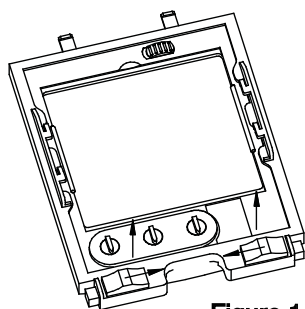
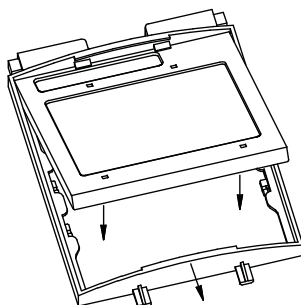

Figure 1
Figure 2
**Changement de la Lentille Transparente de Protection Frontale :** changer la lentille de protection frontale si elle est endommagée. Retirer l'ensemble du support de l'ADF selon la Figure 1. Retirer la lentille de protection frontale de l'ensemble du casque. Ôter soigneusement le joint de la lentille de protection. Installer une nouvelle lentille de protection dans le joint et monter le tout sur la coquille du casque. Prendre soin de monter la lentille de protection et le joint dans la coquille du casque de la même façon qu'ils ont été retirés.
**Changement de la Cartouche de Teinte :** retirer l'ensemble de l'ADF de la coquille du casque. Voir la Figure 1 pour le retrait. Plier l'extrémité supérieure du support de l'ADF pour permettre le retrait de la cartouche de l'ADF du Bâti. Installer la nouvelle cartouche de l'ADF dans le bâti selon la Figure 2 ci-dessous. Vérifier que la cartouche de l'ADF soit correctement insérée dans le support de l'ADF, tel qu'illustré. Installer l'ensemble du support de l'ADF dans la coquille du casque.